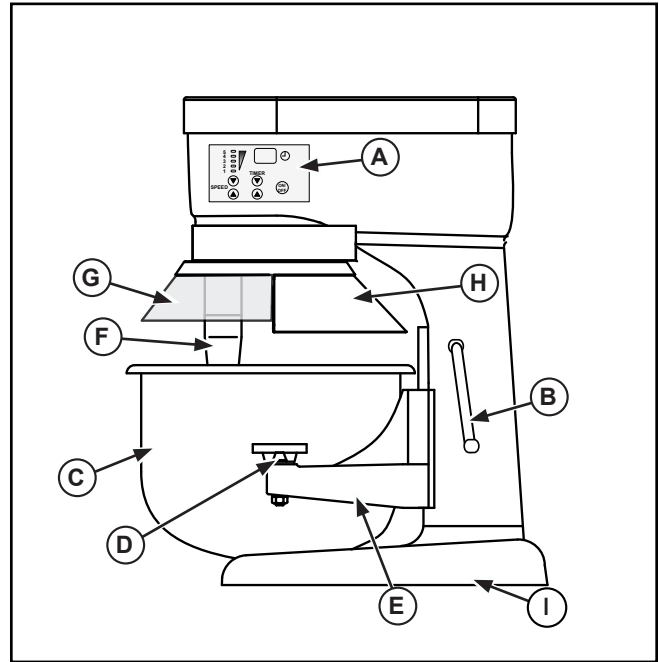

Abbildung 1. 6,6- und 11-l-Mixer – Funktionsmerkmale und Bedienelemente.
2. Vor dem Befestigen der Schüssel das zu verwendende Mischzubehör auswählen. Das ausgewählte Mischzubehör in die leere Schüssel (C) geben. Keinen Versuch unternehmen, das Mischzubehör an der Rührwelle (F) zu befestigen, bevor sich die Schüssel in der vorgesehenen Position befindet. Siehe Abbildung 1, 2, 3 oder 4.
3. Die Schüsselauflage durch Drehen der Schüssel-Hebevorrichtung (B) in ihre unterste Position absenken.
4. Die Schüsselsicherungshebel (D) in die ausgezogene bzw. hintere Position drehen.
5. Die Schüssel (C) so halten, dass der Stift auf der Schüssel nach innen zum Mixer zeigt. Die Schüssel so ausrichten, dass der Stift mit dem Stiftschlitz auf der Schüsselauflage (E) ausgerichtet ist. Den Stift in den Schlitz schieben.
6. Die Löcher in den Schüsselvorsprüngen mit den Stiften auf der Schüsselauflage (E) zur Deckung bringen. Die Schüssel (C) auf die Schüsselauflage (E) setzen.
7. Die Schüsselsicherungshebel (D) über die Schüsselvorsprünge nach vorne drehen, um die Schüssel (C) auf der Schüsselauflage (E) zu sichern.
8. Das Zubehörprodukt an der Rührwelle (F) befestigen. Die Nut am Zubehörtteil mit dem Stift an der Rührwelle zur Deckung bringen. Das Zubehörprodukt nach oben drücken und drehen, um es mit dem Stift zu arretieren.
9. Die Schüssel (C) mit der Schüssel-Hebevorrichtung (B) durch Drehen nach links auf ihre maximale Höhe anheben, bis sie einrastet.
1. Die Schüssel-Schutzblende (G) schließen. Siehe Abbildung 1. Die Schutzblende muss geschlossen sein, damit der Mixer eingeschaltet werden kann. Wenn die Schutzblende offen oder nicht richtig geschlossen ist, lässt sich der Mixer nicht in Betrieb nehmen.